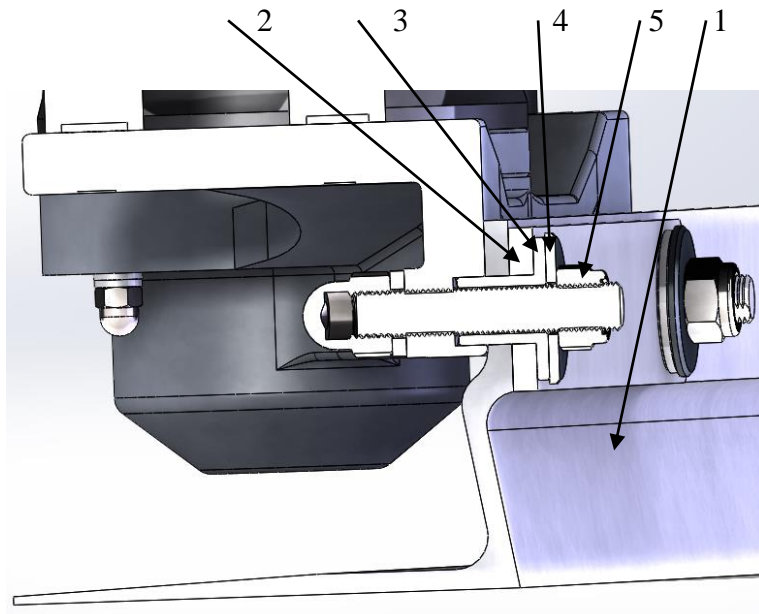

Fig.4 Système de connection rapide
- d) Afin de connecter la lame en aluminium sur le moteur, il est impératif de bien serrer les écrous (voir figure 4).